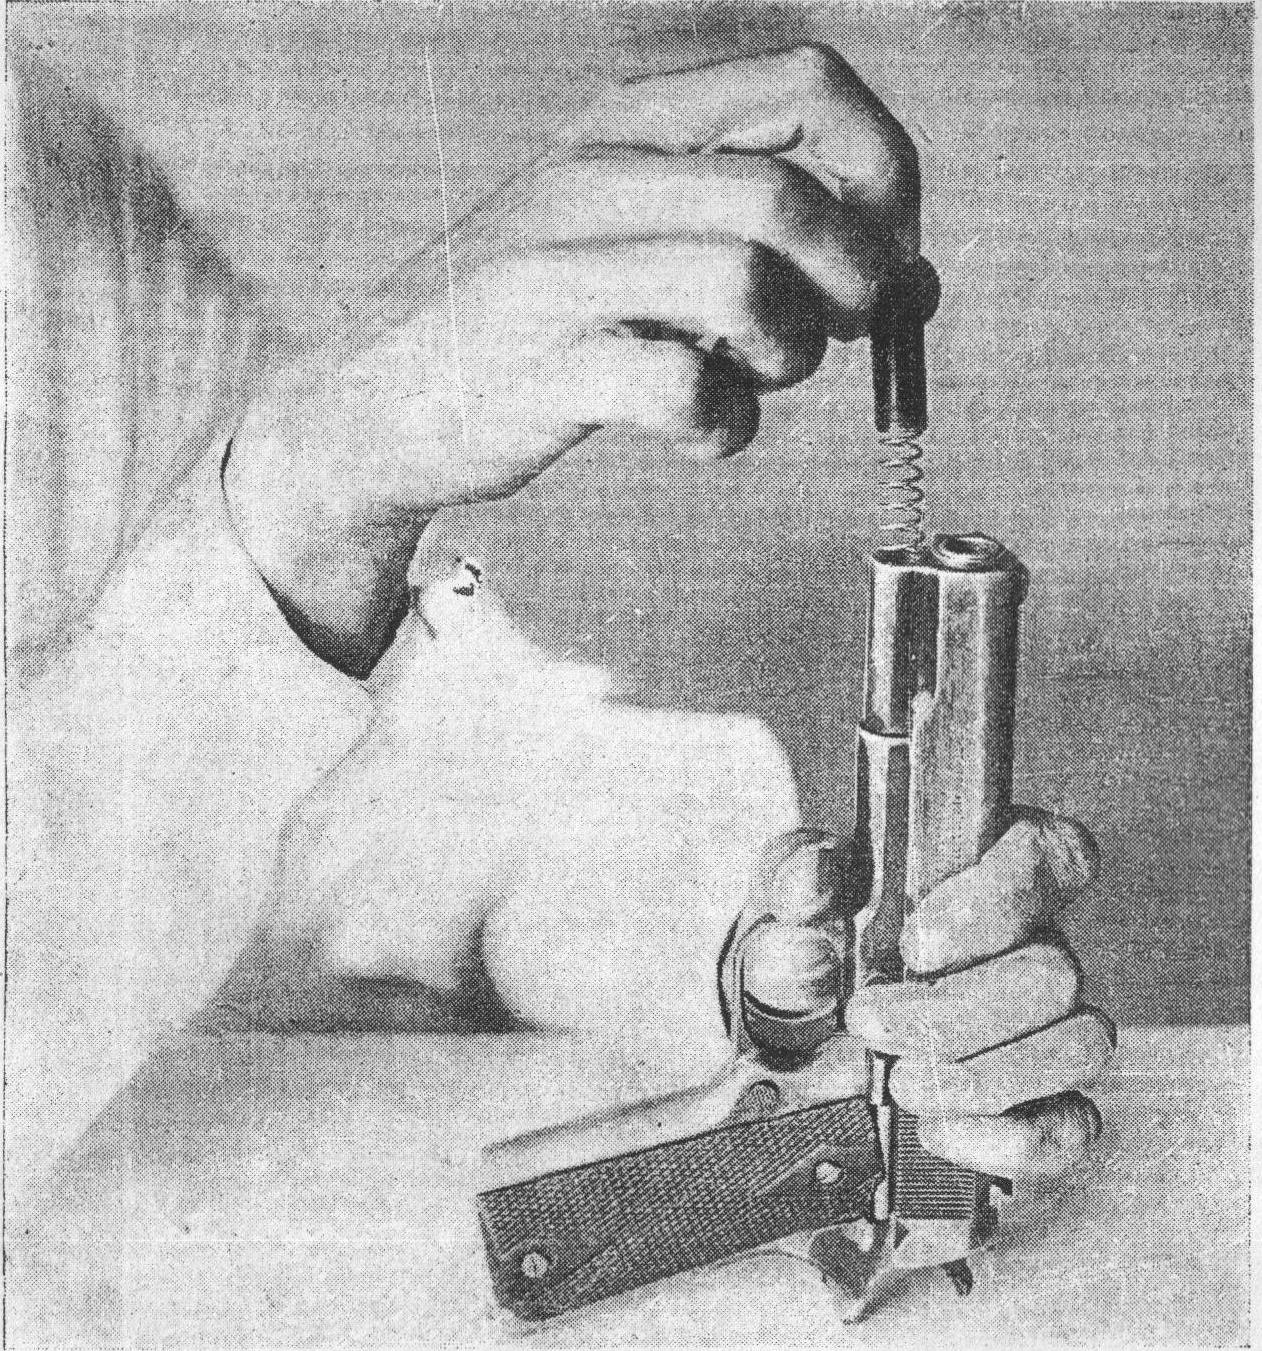

Рис. 6.
Вслед затем, придерживая передний стержень возвратной пружины, плавно отпустить его вперед. Отделить передний стержень и вынуть возвратную пружину, потянув ее из гнезда (рис. 6).
20. Вставить возвратную пружину в передний стержень возвратной пружины в свое гнездо так, чтобы пружина наделась на задний стержень возвратной пружины, и затем, нажимая на насеченную головку переднего стержня пружины, совершенно утопить его в гнезде, после чего другой рукой повернуть муфту так, чтобы имеющийся внизу ее полукруглый вырез расположился против головки переднего стержня, и опустить передний стержень (рис. 6 и 5).